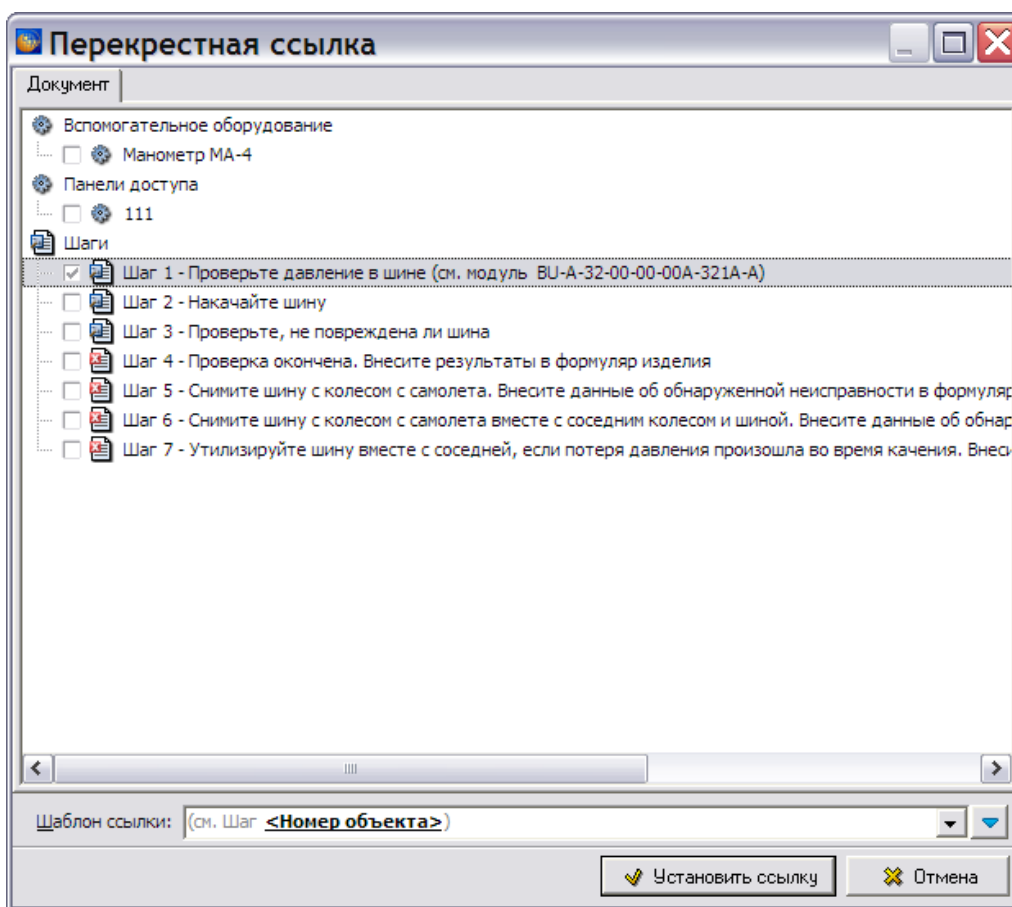

Рис. 5.155
6. Выберите единственный пункт выпадающего меню **Установить перекрестную ссылку**. После этого откроется диалоговое окно **Перекрестная ссылка** (Рис. 5.155).